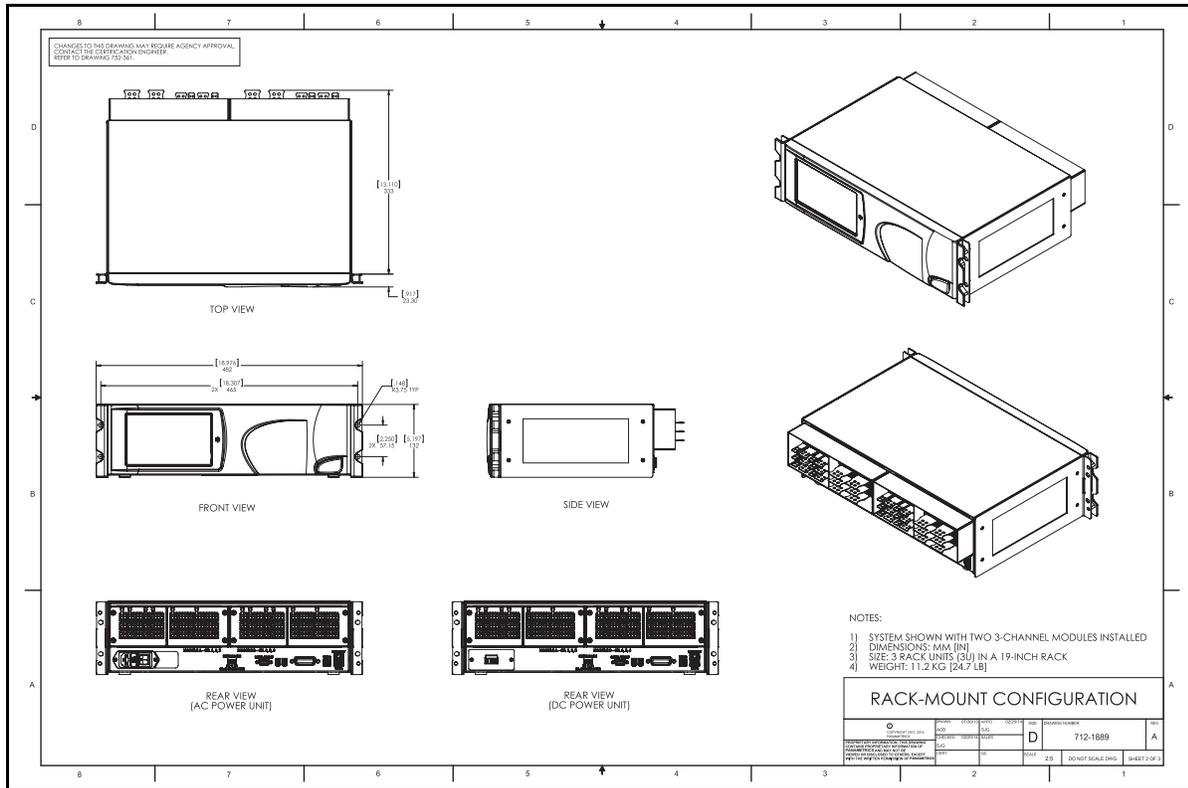
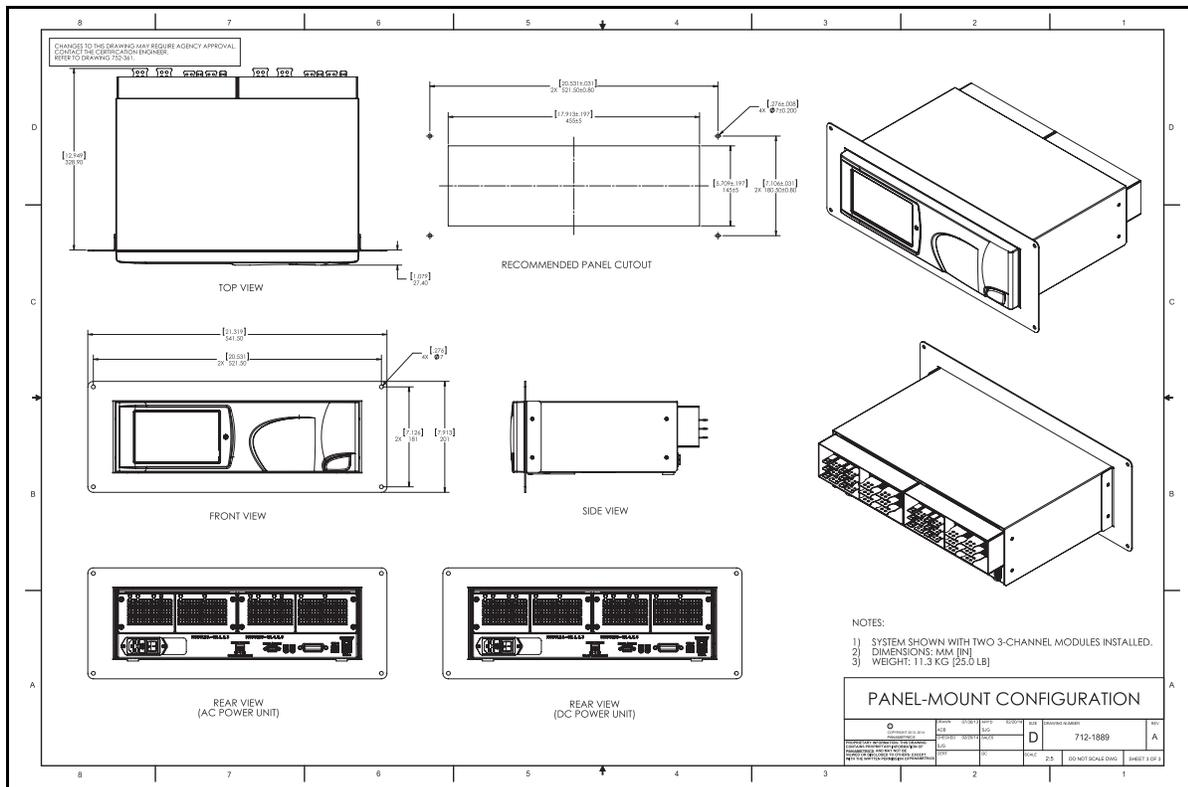

Figure 107: Configuration sur châssis (n° 712-1889\_revA, page 2/ 3)
Figure 108: Configuration sur panneau (n° 712-1889\_revA, page 3/ 3)
- L'installation doit être conforme aux **schémas de configuration** 712-1889 pour la version sur châssis (voir *Figure 107* page 153)/banc (voir *Figure 106* page 152)/panneau (voir *Figure 108* page 153).